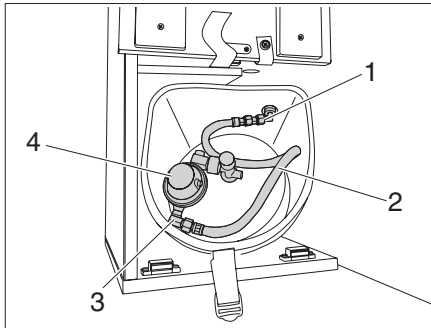

Bild 58 Gasschlauch mit Gasdruckregler
- Ausschließlich spezielle Gasdruckregler (Bild 58,4) mit Sicherheitsventil für den Einsatz in Fahrzeugen verwenden (im Neufahrzeug-Auslieferungszustand enthalten). Andere Gasdruckregler sind nicht zulässig.
- ▶ Winkelstück (Bild 58,3) an Gasschlauch (Bild 58,2) schrauben.
- ▶ Gasdruckregler (Bild 58,4) auf Winkelstück schrauben.
- ▶ Gasschlauch (Bild 58,2) mit Gasdruckregler an Stützen (Bild 58,1) schrauben.